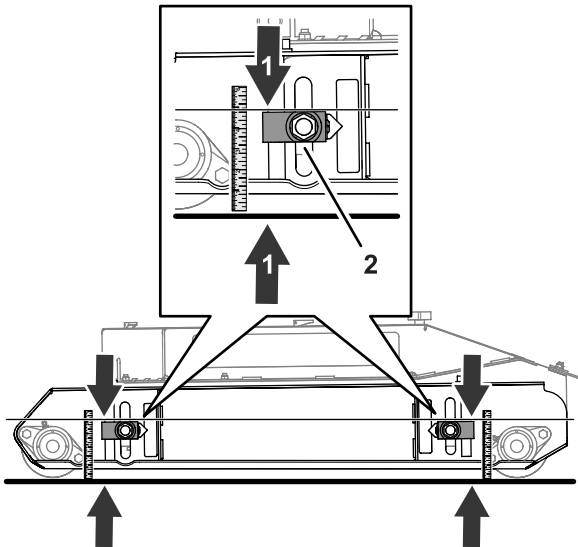

Figura 79
1. Afloje la tuerca que sujeta el bloque de ajuste de la altura de corte (Figura 79).
($4\frac{7}{8}$ ") desde la parte superior del bloque del ajustador hasta el suelo (Figura 79).